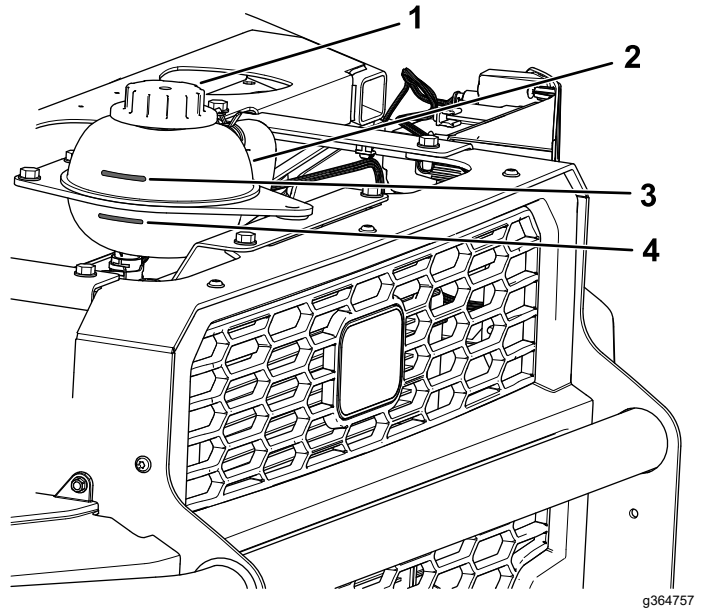

Figura 124
4. Compruebe el nivel de refrigerante del depósito del refrigerante (Figura 124).